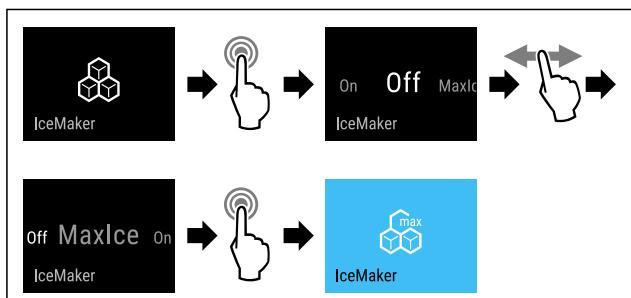

Fig. 17
- Izvedite zahtevane korake (glejte Fig. 17).